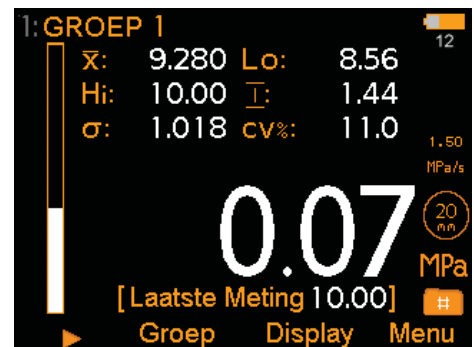

Fig. 2: Geselecteerde statistieken
- **Geselecteerde statistieken (Fig. 2);** in te stellen via Display/Statistieken/ Selecteer Statistieken. U kunt kiezen om alleen de geselecteerde of alle statistieken weer te geven. Kies uit: Aantal Metingen, Gemiddelde, Laagste Meting, Hoogste Meting, Reeks, Standaard Deviatie, Variatie Coëfficiënt.